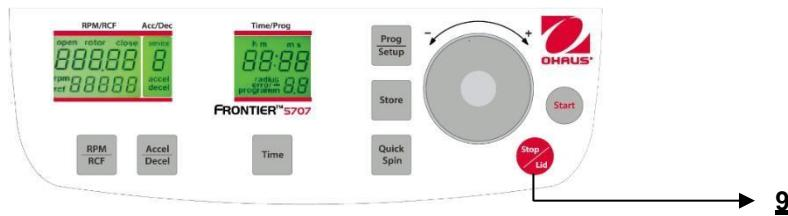

Figura. 25
La operación puede interrumpirse en cualquier momento al presionar el botón "Stop" (9) (vea la Figura 25).